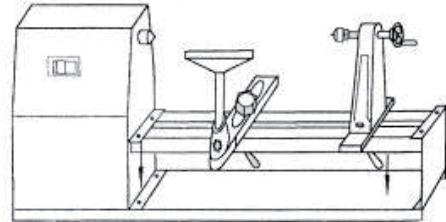

Рис. 8
- Відмітьте місце, де ви хочете закріпити задню бабку та підпору різців (див. рис. 8).